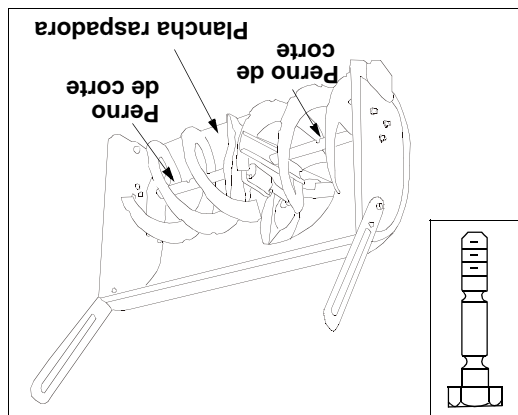

Figura 22
- Las hélices están aseguradas al eje de la espiral mediante dos pernos de corte y contratuercas hexagonales. Si usted golpea un objeto extraño o se atasca con hielo, el expulsor de nieve está diseñado de manera que los pernos hexagonales se cortarán. Vea la Figura 22.
hexagonales que fijan la plancha raspadora al bastidor de la limpiadora de nieve. Vea la figura 22 para la ubicación de la plancha raspadora.